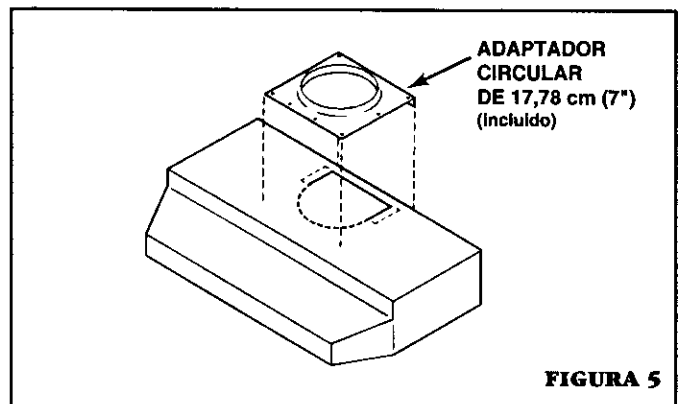

FIGURA 5
2. Para una instalación de descarga circular de 17,78 cm (7"), refiérase a la FIGURA 5. Asegure el adaptador de 17,78 cm (7") (incluido) al tope de la campana usando los tornillos provistos. Instale regulador redondo de 17,78 cm de diámetro (Modelo BP87, se compra por separado).